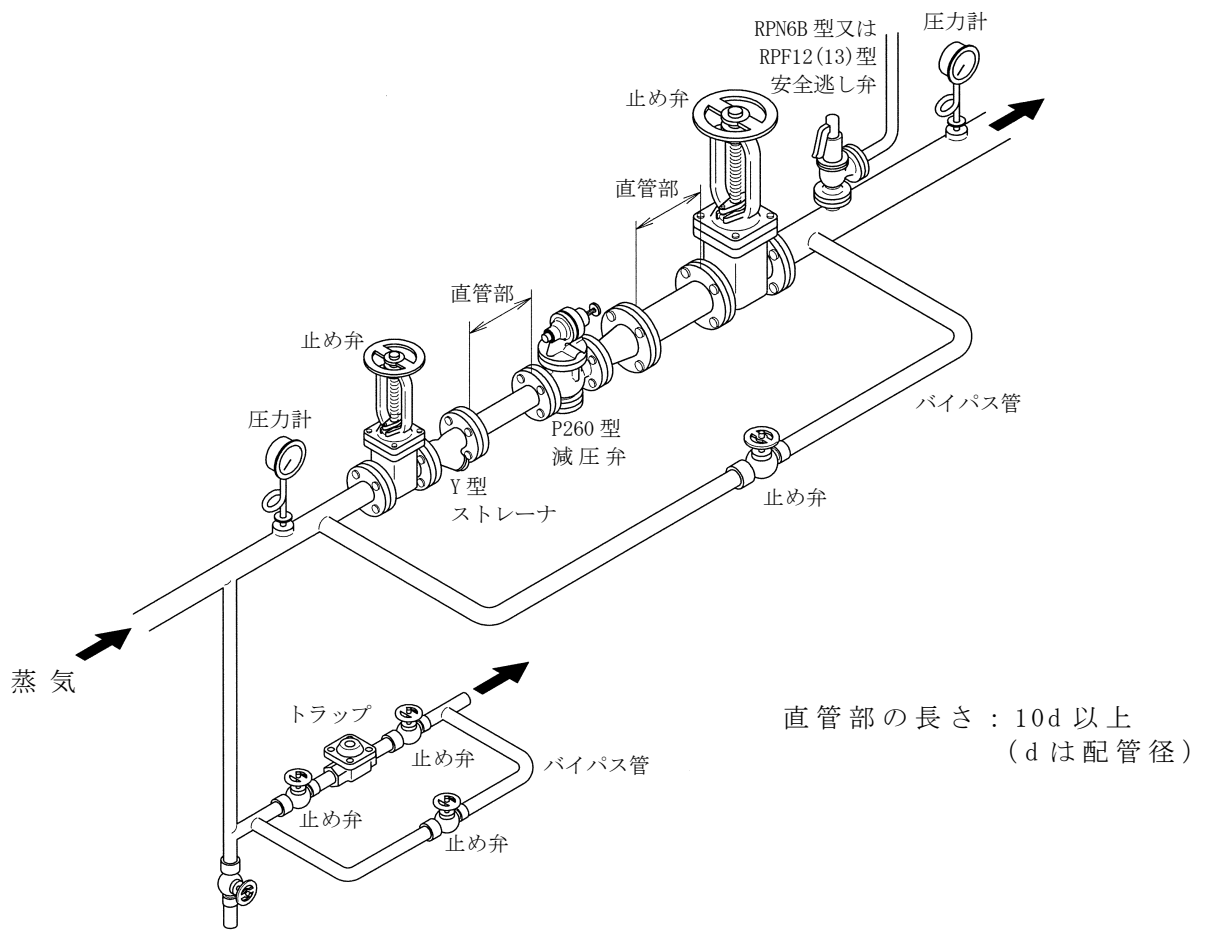

図2 配管例図
- 配管に際しては、減圧弁の弁箱の矢印と蒸気の流れ方向を必ず一致させて水平配管に垂直に取り付けてください。また、図 2 の配管例図に示すように、止め弁、ストレーナ、安全逃し弁、圧力計、バイパス管及びスチームトラップを必ず設けてください。なお、減圧弁の前後にはできるだけ 10d 以上(d：配管径 mm)の直管部を設け、二次側流速が 30 m/s を超える場合にはレジューサを取付け二次側配管の拡大をお勧めします。安定で性能の良い減圧装置とする為、ストレーナ、安全逃し弁、スチームトラップもフシマン製品をお使いください。
- 3.1 配管に際しては、減圧弁の弁箱の矢印と蒸気の流れ方向を必ず一致させて水平配管に垂直に取付けてください。また、図 2 の配管例図に示すように、止め弁、ストレーナ、安全逃し弁、圧力計、パイパス管及びスチームトラップを必ず設けてください。なお、減圧弁の前後にはできるだけ 10d 以上(d : 配管径 mm)の直管部を設け、二次側流速が 30 m/s を超える場合にはレギュレーサを取付け二次側配管の拡大をお勧めします。安定で性能の良い減圧装置とする為、ストレーナ、安全逃し弁、スチームトラップもフシマン製品をお使いください。